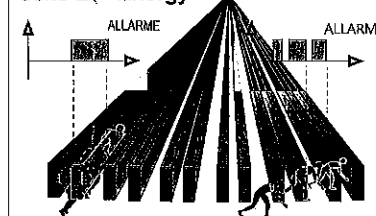

Fig.12
**Indicata** per installazioni che potrebbero presentare occasionalmente fenomeni sporadici di instabilità ambientale quali corpi a bassa energia in movimento (fig. 12).